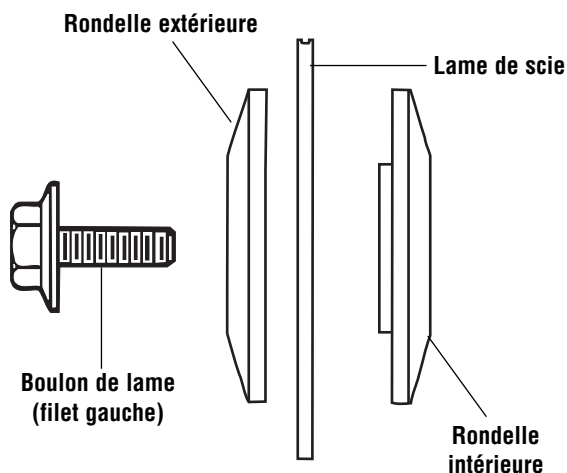

Figure 2. Ferrures de lame
5. Retirez le boulon de lame, la rondelle extérieure et la lame. Il n'est pas nécessaire de retirer la rondelle intérieure (Figure 2).